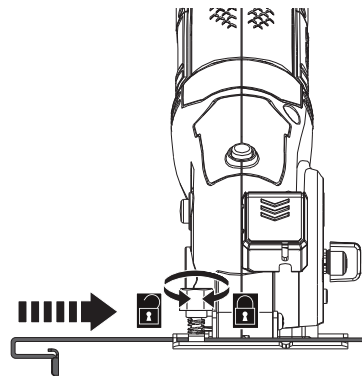

Fig. 4
- > Desaperte o manípulo de fixação da guia paralela (19) para a esquerda.
- > Alinhe a guia paralela (20) com a ranhura e insira-a (Fig. 4).
- > A seguir, fixe a guia paralela (20) nessa posição apertando o manípulo de fixação da guia paralela (19) para a direita.